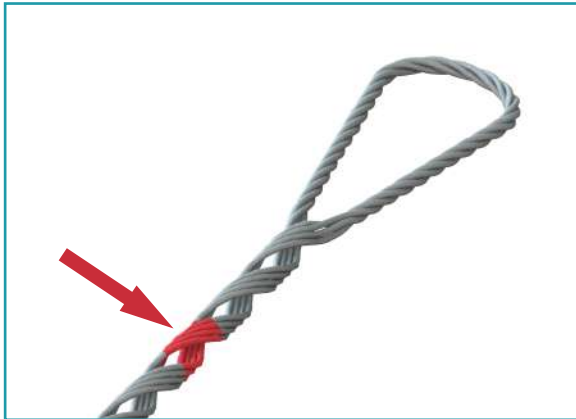

Imagen 11: Herraje preformado
3.- Tendido en poste de tensión: Coloque el preformado en el mensajero partiendo de la marca de color en el preformado (Imagen 11) en el punto A y tense para colocar el preformado en el punto B (Imagen 12).